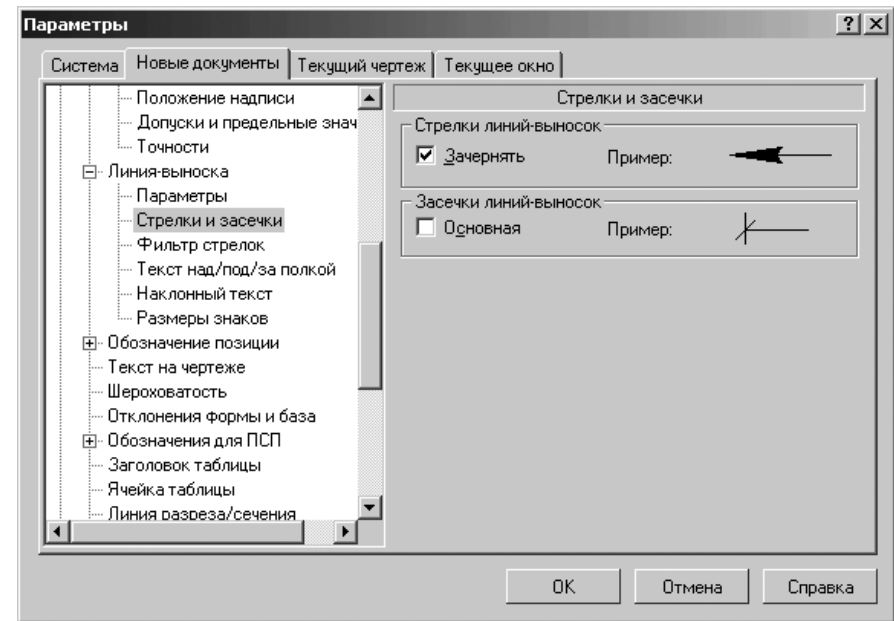

Рис. 10.35. Диалоговое окно **Параметры** с открытой вкладкой **Новые документы** и панелью **Стрелки и засечки**
- щелкните в списке настраиваемых элементов **Линия-выноска** по пункту **Стрелки и засечки**. В правой части появится панель **Стрелки и засечки**, показанная на рис. 10.35;